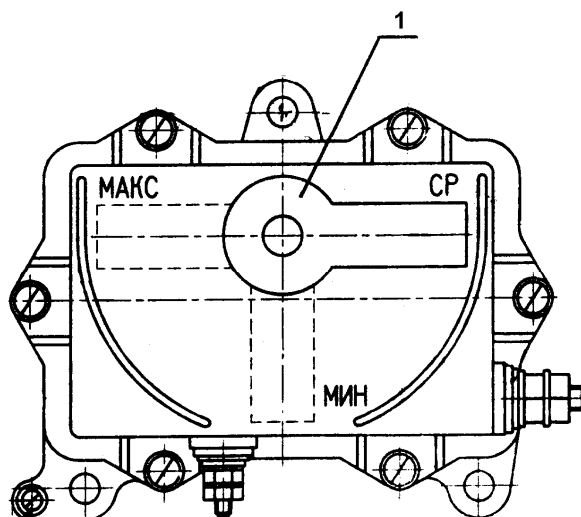

Рис. 10 Регулятор напряжения
- на I уровне - $27,2 \pm 0,7 \text{ В}$ (положение "МИН", рис. 10);
- на II уровне - $28,4 \pm 1,0 \text{ В}$ (положение "СР", рис. 10).